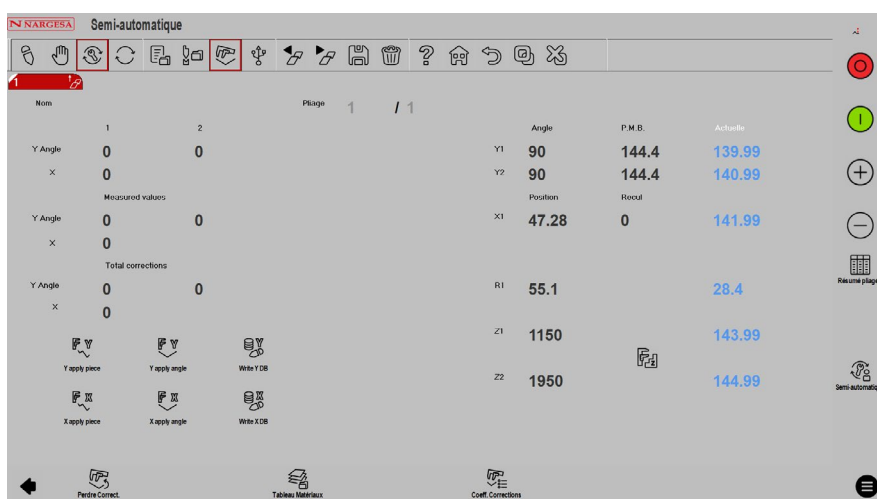

Figure 54. Page Paramètres utilisateur
- Cette page contient les informations suivantes (Figure 54) :